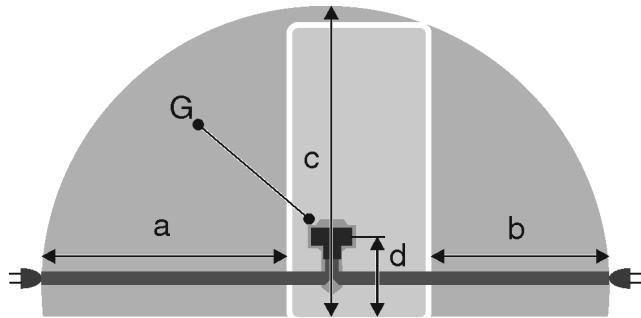

Fig. 54 \*
- 插座不是在冰箱后面，而是在区域 a 或 b 内 Fig. 54 (a, b, c)。
- ▶ 将设备插头 Fig. 54 (G) 插入设备背面。确保正确地插入到位。